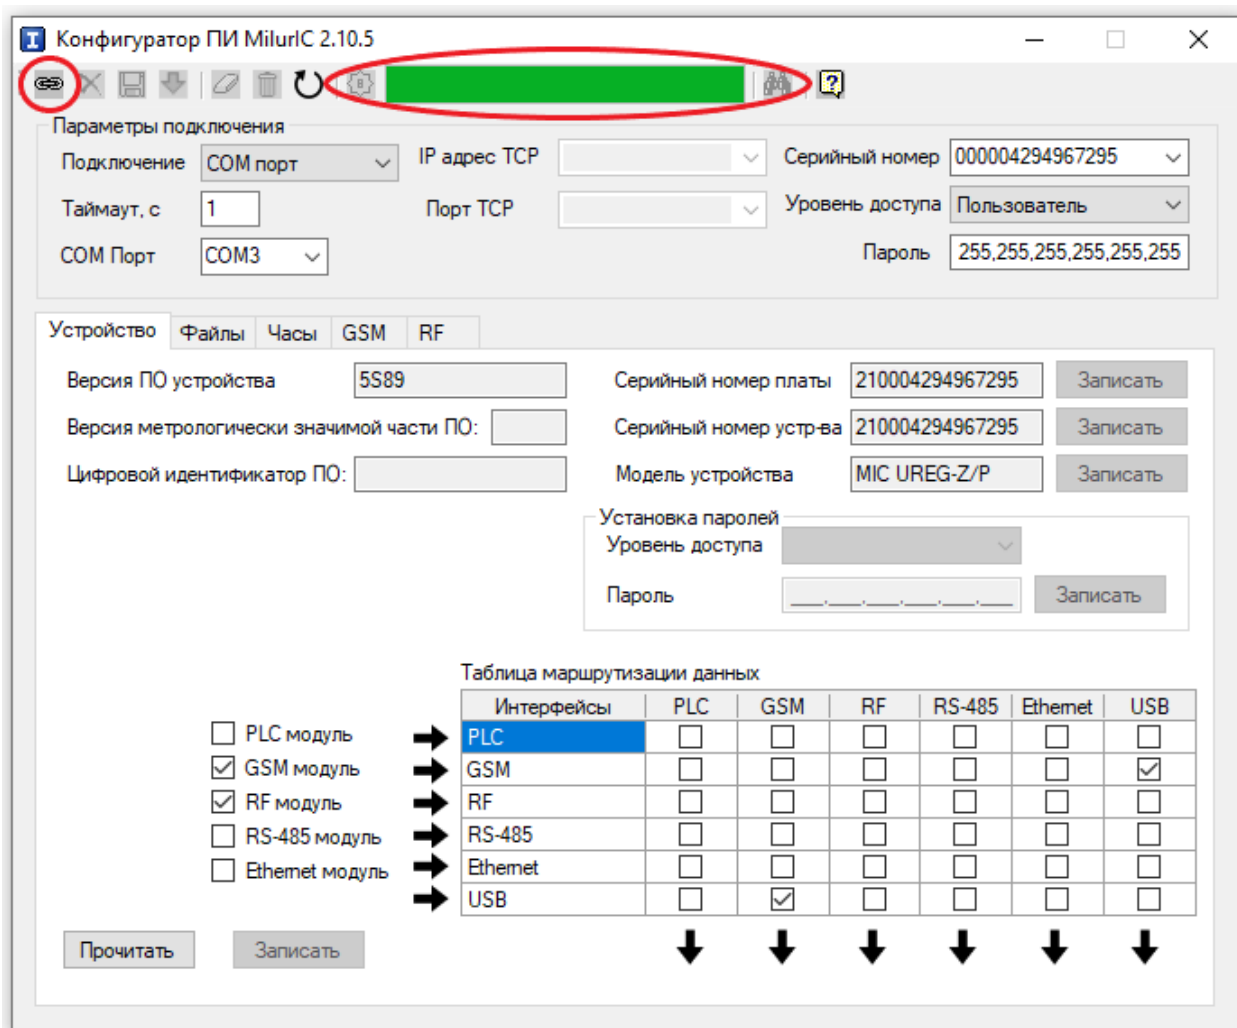

Рисунок 5 – Индикатор выполнения процесса чтения параметров устройства
- Нажать на кнопку в верхнем левом углу конфигуратора «Прочитать все данные из устройства» - . После нажатия шкала индикатора выполнения заполнится зеленым цветом (рисунок 5), что свидетельствует об успешном завершении чтения параметров конфигурации устройства.